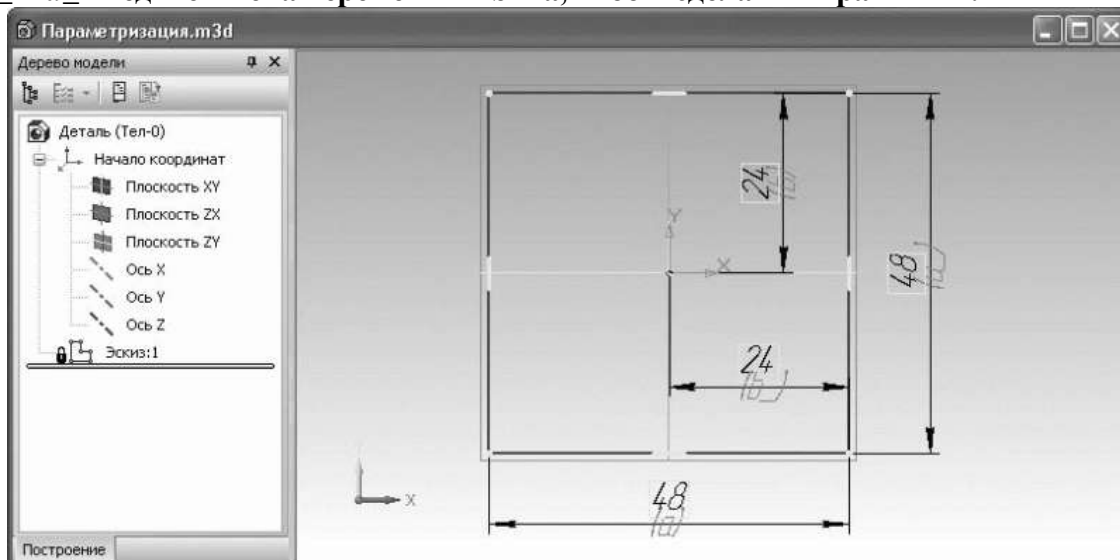

Рис. 3.46. Параметризированный эскиз
2. Вернитесь в окно документа детали и добавьте еще один размер, фиксирующий расстояние от центра квадрата до его вертикальной стороны (назовите ее переменной $b_{_}$), а также два линейных размера, обозначающих длину сторон квадрата (присвойте этим размерам переменные a и $a_{_}$) (рис. 3.46). Новые переменные должны сразу появиться в списке переменных эскиза на вкладке Переменные окна редактора формул. В столбце Выражение редактора формул напротив переменных $b_{_}$ и $a_{_}$ введите имена переменных b и a , чтобы сделать их равными.